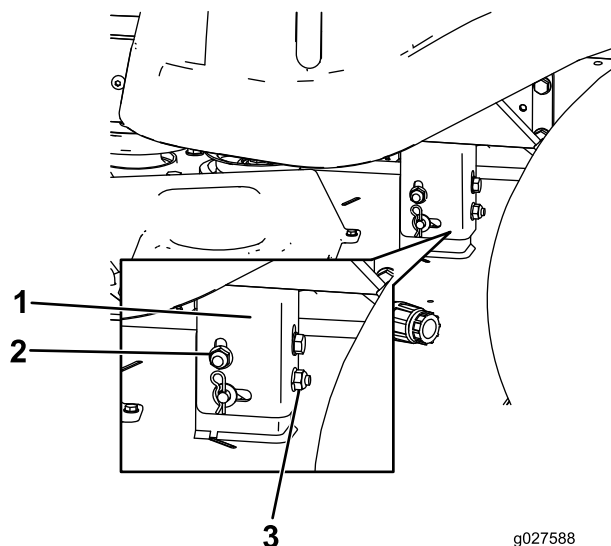

Figure 52
- Élevez ou abaissez le côté gauche du tablier de coupe en tournant l'écrou arrière (Figure 52).